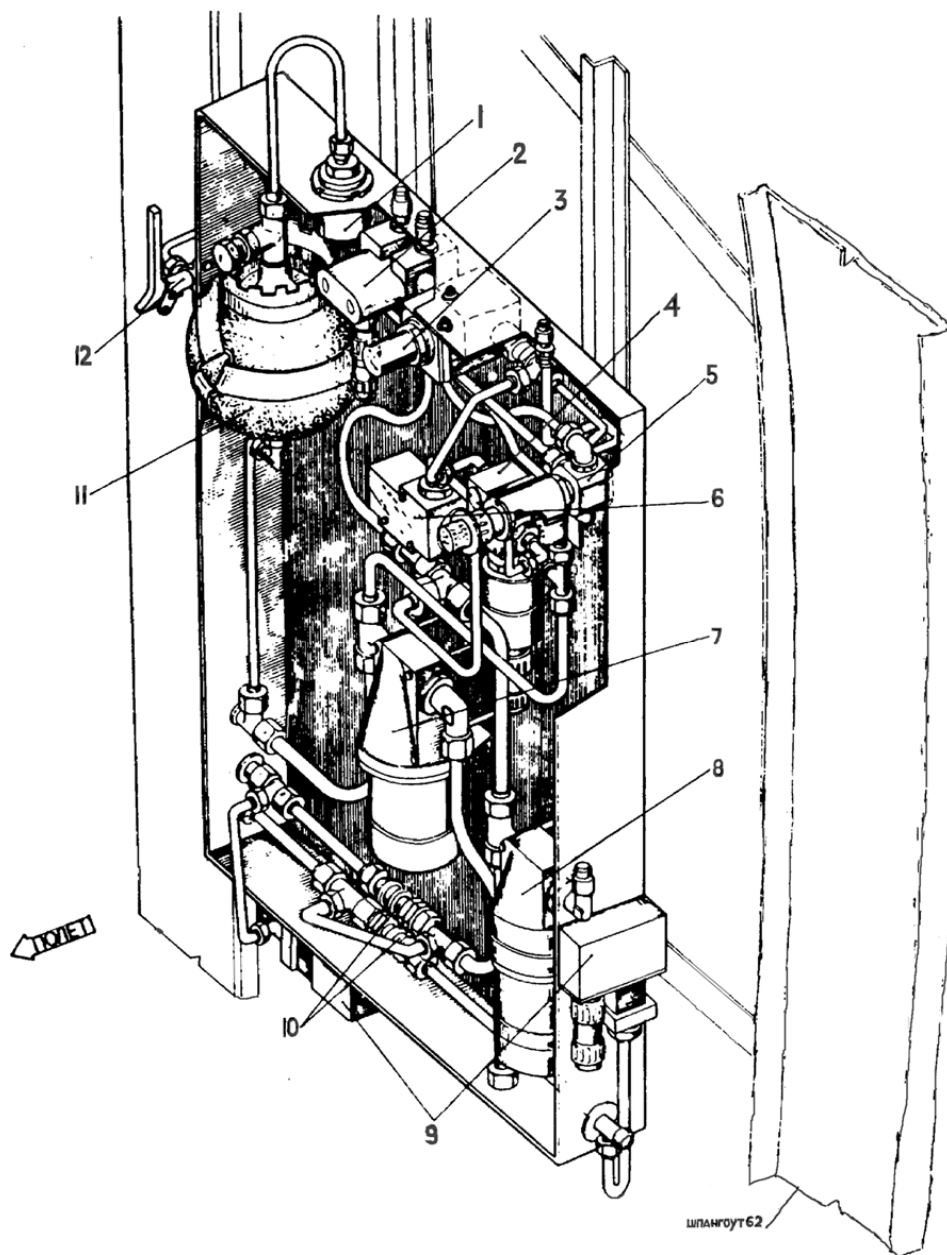

Рис. 19
Агрегаты основной системы смонтированы на панели, установленной у шпангоута № 62 на левом борту (рис.19). На ней установлены фильтры тонкой очистки 8Д2.966.018-2 и 14ГФ49Т-1 (7,8), предохранительный клапан РД-22 (6), сигнализаторы давления ГА135Т-00-45 (9), обратные клапаны ОК-10А (10), датчик давления ИД-240 (1), гидроаккумулятор (11), клапан стравливания (12). Кроме перечисленных на панели стоят агрегаты потребителей основной ГС:
- кран ГА-163Т/16 (2);
- кран ГА-165 (4);
- кран ГА-192Т (5),
<p>1. Подготовительные работы</p> <p>1.1. Подготовьте стремянку А38-1400-0</p> <p>1.2. Подключите к самолету аэродромный источник электропитания</p> <p>1.3. Включите выключатель ОСВЕЩ. ОТСЕКОВ в кабине экипажа</p> <p>1.4. Откройте створки 910-2УЛ, 910-2ХЛ ниши трапа по левому борту</p> <p>1.5. Откройте люк 210-3ХН в полу между шпангоутами 13-15 для подхода к оборудованию</p> <p>1.6. Откройте съемные панели 412-4РП, 412-1БВ по гондоле левого двигателя</p> <p>1.7. Подсоедините переносные лампы ПЛ-64 (Шп. № 10, Шп. № 13)</p> <p>1.8. Откройте капоты левого и среднего двигателей</p> <p>2. Предмет осмотра</p> <p>2.1. Панель основной ГС - шпангоут № 61 - левый борт</p> <p>2.2. Гидроагрегаты и трубопроводы на панели основной ГС (рис. 19)</p> <p>2.3. Гидробак, шпангоут № 62, левый борт</p> <p>2.4. Отсечной клапан МКТ-162 насоса левого двигателя - шпангоут № 60</p> <p>2.5. Отсечной клапан ЖТ-162 среднего двигателя - шпангоут № 69</p> <p>2.6. Гидроаккумулятор основной тормозной системы - шпангоут № 9 и трубопроводы от гидроаккумулятора до редуцированных клапанов УГ-149</p>